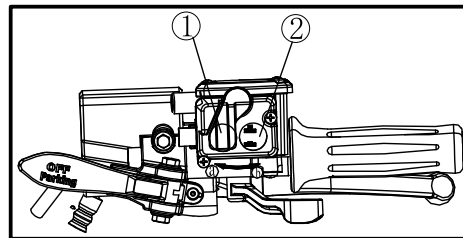

Рис.1 Флажок ① в положении ③
Переключатель "2WD" (2 ведущих колеса) / "4WD" (4 ведущих колеса) Рис.1 поз. ②